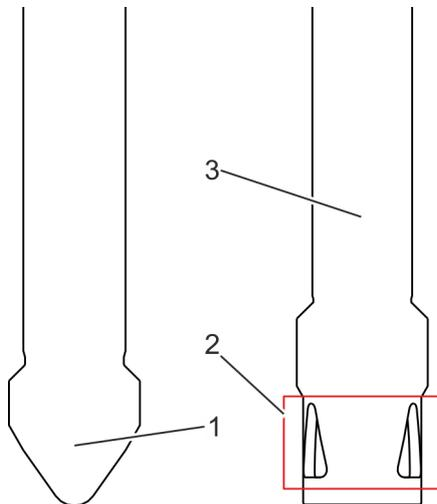

Abb. 8: Drossel- und Regelkegel
- Drossel- (Abb. 8/1) oder
- Regelkegel (Abb. 8/3)
Der Drosselkegel (Abb. 8/1) wird verwendet, wenn eine Armatur im Auf/Zu-Betrieb eingesetzt wird.
Der Regelkegel (Abb. 8/3) wird verwendet, wenn eine Armatur zum Regeln des Massenstroms eingesetzt wird.
Abhängig von der Stellung des Absperrorgans durchströmt Rohrleitungsmedium die Öffnungen im unteren Bereich des Kegels (Abb. 8/2).